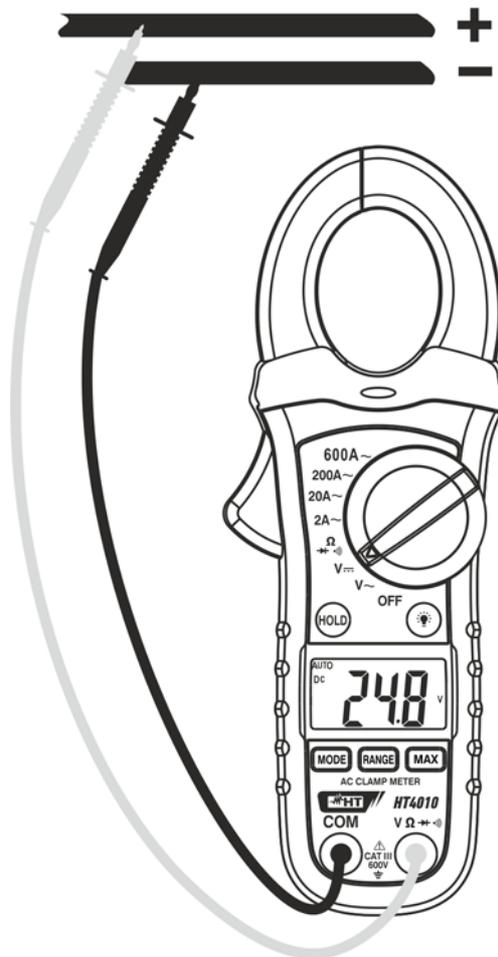

Fig. 2: Uso della pinza per misura di Tensione DC
3. Inserire il cavo rosso nel terminale di ingresso **V $\Omega$  $\overrightarrow{\text{---}}$** ) e il cavo nero nel terminale di ingresso **COM** (vedere Fig. 2)
6. La visualizzazione del simbolo "-" sul display dello strumento indica che la tensione ha verso opposto rispetto alla connessione di Fig. 2